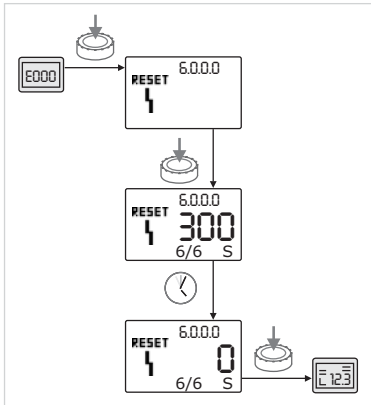

Fig. 51: Confirmación del tipo de fallo B (X=Y)
- Si la ocurrencia actual del fallo es igual a la ocurrencia máxima (Fig. 51):